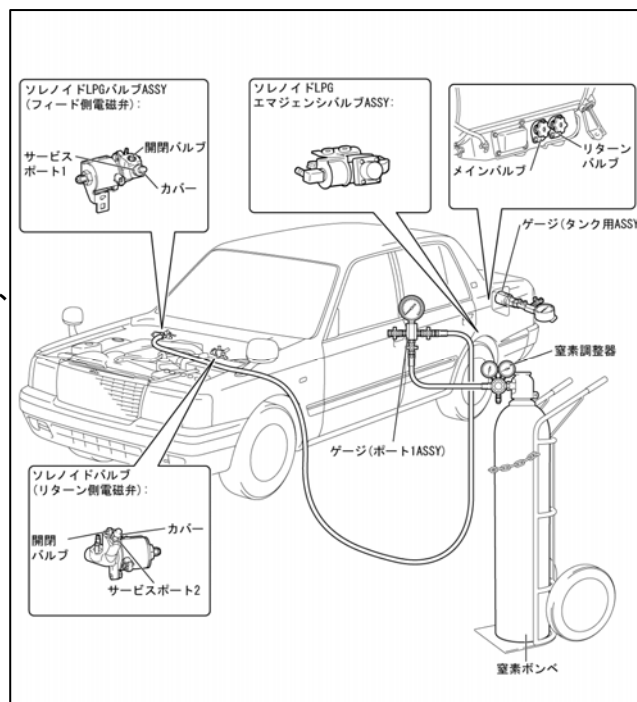

図2
- 窒素ポンベに窒素調整器を介してゲージ(ポート1 ASSY)を接続する。(図2参照)
- ソレノイドLPGバルブASSY(フィード側電磁弁)のサービスポート1にゲージ(ポート1 ASSY)を接続する。(図2参照)
(図1、図2参照)
無いことを確認する。(図1、図2参照)
- f. 窒素ガス充てん圧力が設定圧力まで上昇したら、ゲージ(ポート 1 ASSY)のバルブ A を全閉する。(図1、図2参照)
- a. LPG フューエルタンクのメインバルブおよびリターンバルブを全閉にする。(図2参照)
- b. ソレノイド LPG バルブ ASSY(フィード側電磁弁)の開閉バルブ(二面幅6mm 六角スクリュ)を開く。(図2参照)
開く量は 1 回転以内の範囲とする。(図2参照)
接続部に漏れが無いことを確認する。(図1、図2参照)
- c. IG ONして、ソレノイド LPG バルブ ASSY(フィード側電磁弁)を開弁させる。(図2参照)
- d. LPG フューエルタンクのリターンバルブを開け、約5秒後に全閉する。(図2参照)
- a. ソレノイド LPG バルブ ASSY(フィード側電磁弁)の開閉バルブ(二面幅6mm 六角スクリュ)を全閉する。(図2参照)
- b. ゲージ(ポート 1 ASSY)のバルブ A 全閉であることを確認する。(図1、図2参照)